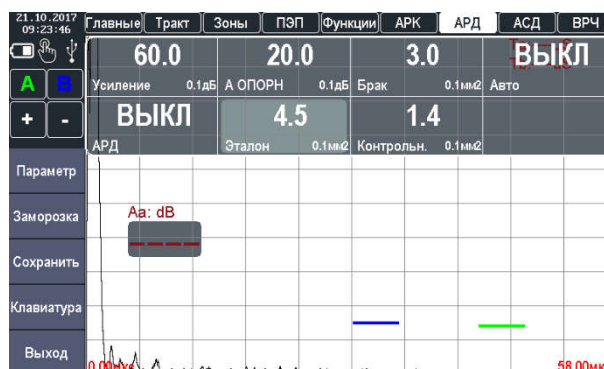

Рисунок 2.58 – Установка эквивалентной площади отражателя
2. Указать площадь эквивалентного отражателя в параметре «ЭТАЛОН» (в мм2), см. рис. 2.58.